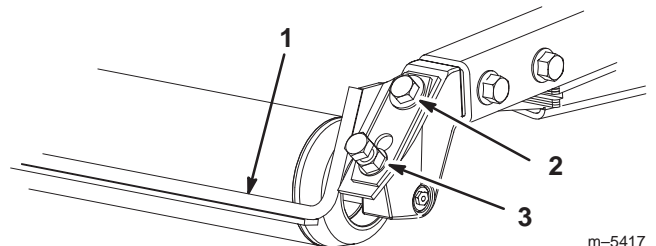

Figure 4
1. Desserrez les 2 vis de montage supérieures et les 2 écrous à collerette inférieurs (Fig. 4).